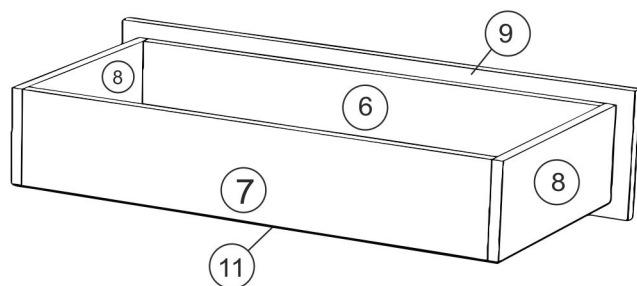

рис. 2
- 1) К нижним торцам стоек комода (2) прибиваем подпятники (к) гвоздями.
- 2) К стойкам комода (2) крепим ответные планки направляющих (л) с помощью саморезов 3,5х16 (з).
- 3) С помощью евровинтов соединяем стойки (2) и дно (3), стойки (2) и щит горизонтальный (3), стойки (2) и цоколь (5), стойки (2) и планки жесткости (4).
- 5) Саморезами 4х30 (и) сквозь отверстия в планках жесткости присоединяем к комоду столешницу (1).
- 6) Собираем ящики (рис.2).
- 7) Гвоздями прибить задние стенки (12), используя планку соединительную (м). Предварительно проверить прямоугольность сборки.